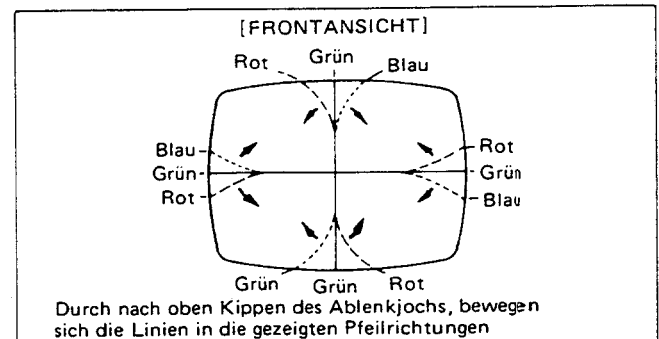

Abb. B-8
8. Neigen Sie das Joch nach oben und unten sowie nach der Seite, um Umfangskonvergenz zu erzielen (Abb. B-8, 9)